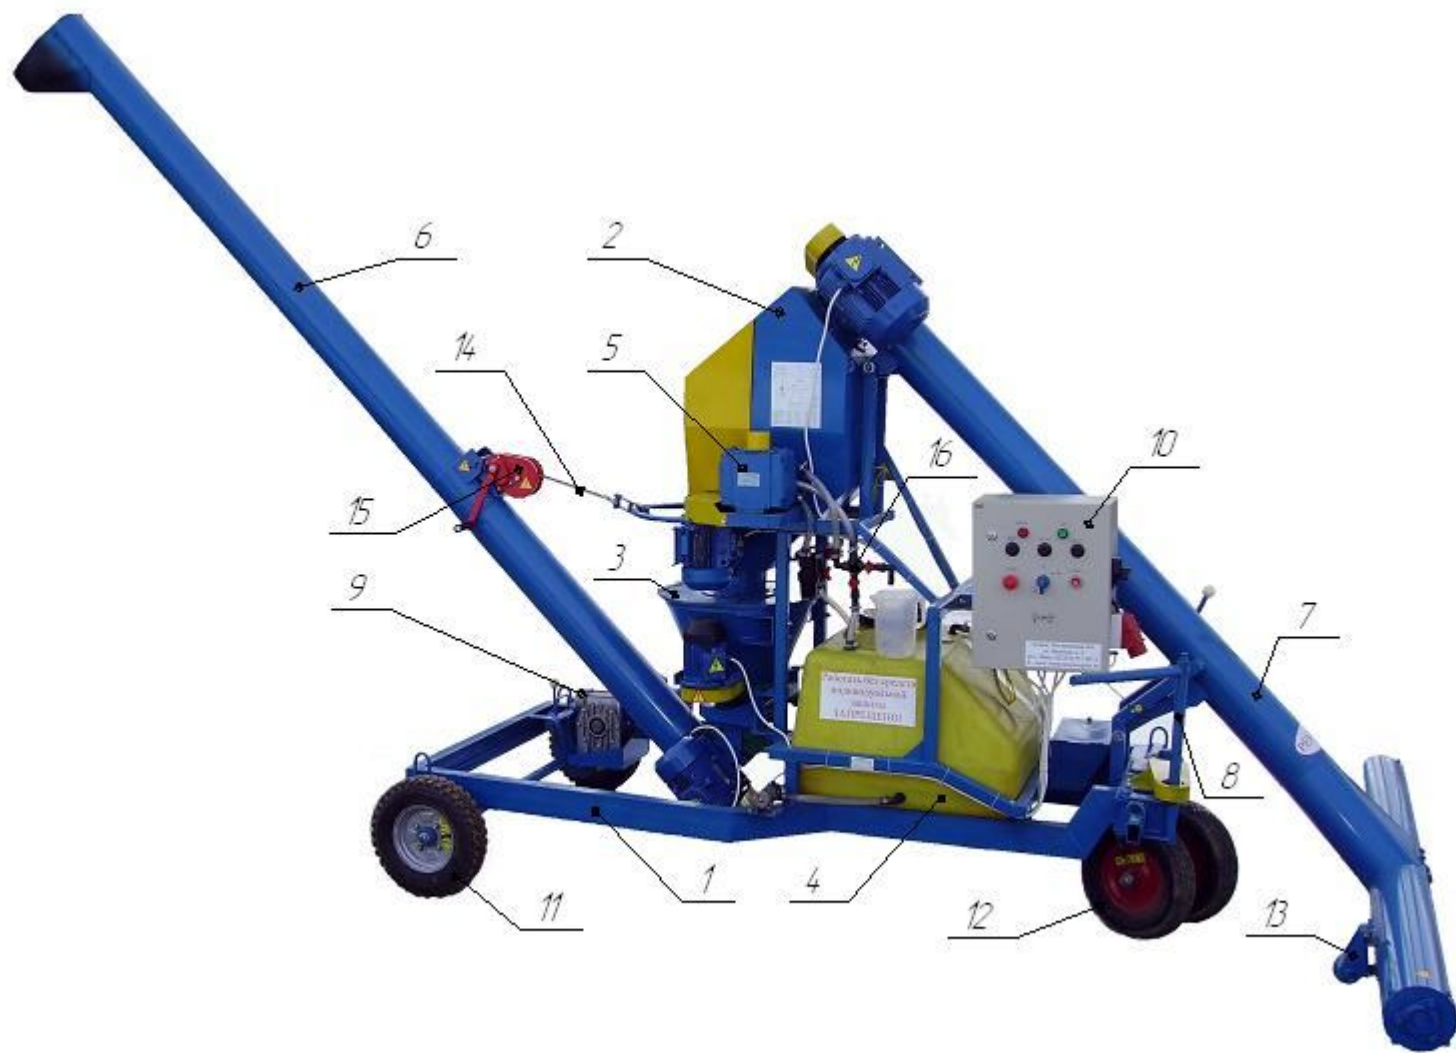

Рис. 2. Протравливатель ПС-20. Вид справа.
Общее устройство протравливателя показано на рис. 2 и 3, а основных узлов – на рис. 5-11.
2.1. Протравливатель семян камерный ПС-20 (рис. 2) представляет собой автоматическую самопередвижную машину с электроприводом основных механизмов и состоит из следующих сборочных единиц: бункера для накопления семян 2, камеры протравливания 3, бака 4 для рабочей жидкости, насоса-дозатора 5, шнека выгрузного 6, шнека загрузочного 7, механизма 8 поворота передних колес 12, самохода 9, блока 16 управления потоком жидкости, шкафа управления 10. Сборочные единицы смонтированы на раме 1, установленной на колеса 11 и 12 с пневматическими шинами. Выгрузной шнек поднимается и опускается оператором с помощью лебедки 15 и троса 14. Загрузочный шнек переводится в рабочее / транспортное положение рычагом 19 (рис. 3). Бачок 17 заполняется чистой водой и предназначен для промывки системы и мытья рук оператора.